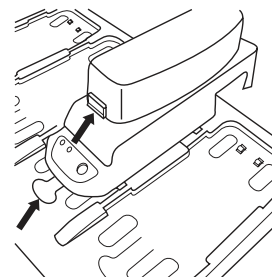

Fig. 2
5. Remoção da bateria (Fig. 2):